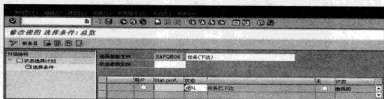

图 9-65 配置“状态参数文件”
STEP 2 在右栏中选择要修改的选择要素选项, 在左边栏目中选择菜单中的“选择条件”项, 双击后即可看到右边栏目中会显示关于选择要素所对应的“状态参数文件”, 如图 9-65 所示。